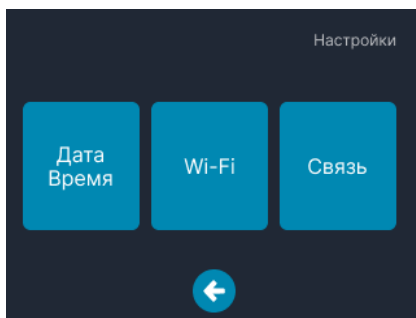

Рис. 9 – Экран «Настройки»
6.4.1 Экран «Настройки» (рис. 9) служит для настройки даты и времени, включения/выключения Wi-Fi (для сервисных целей), настройки параметров сети по RS485 (сетевой адрес скорость передачи данных).